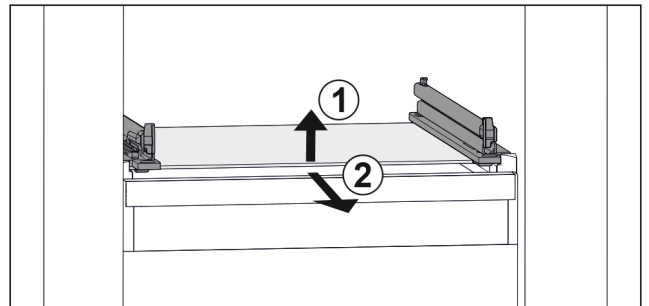

Fig. 48 Beispielhafte Darstellung der Glasplatte
- ▶ Glasplatte vorne anheben. Fig. 48 (1)
- ▶ Glasplatte nach vorne entnehmen. Fig. 48 (2)